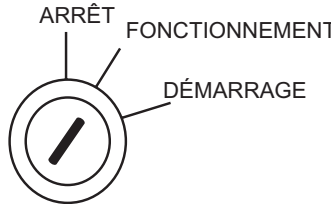
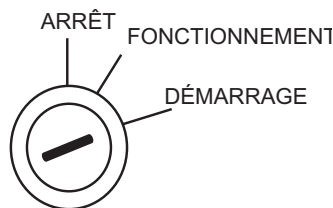

Figure 39. Préchauffage du Commutateur D'allumage (Position Fonctionnement)
Figure 41. Commutateur D'allumage (Position Démarrage)
2. En temps chaud, sautez l'étape 4. Préchauffez la **bougie de préchauffage** du moteur en tournant la clé de contact (Figure 39) en position **FONCTIONNEMENT**. Lorsque la lampe de préchauffage (Figure 41) s'allume, passez à l'étape 7.
3. Tournez la clé de contact (Figure 41) en position **DÉMARRAGE**. Dès que le moteur démarre, relâchez la clé de contact et laissez-la retourner en position **RUN (FONCTIONNEMENT)** (Figure 39).